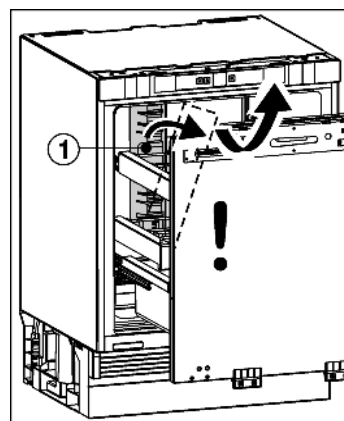

Fig. 3
- ▶ Отодвиньте детали, защищавшие устройство при перевозке, Fig. 3 (1) в сторону и извлеките в направлении вперед.